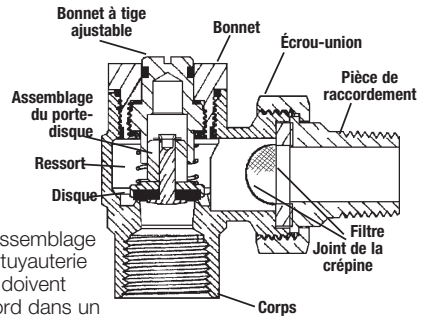

Figure 1
1. Démontez l'écrou-union et la pièce de raccordement de la soupape à clapet d'arrêt du LFCS de Watts. (Figure 1)